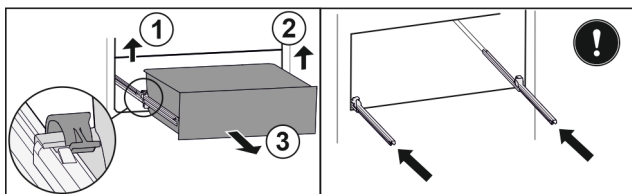

Fig. 189
- ▶ Podignite lijevu stezaljku i istovremeno izvucite ladicu lijevo prema naprijed. Fig. 189 (1)
- ▶ Podignite desnu stezaljku i istovremeno izvucite ladicu desno prema naprijed. Fig. 189 (2)
- ▶ Izvadite ladicu prema naprijed. Fig. 189 (3)